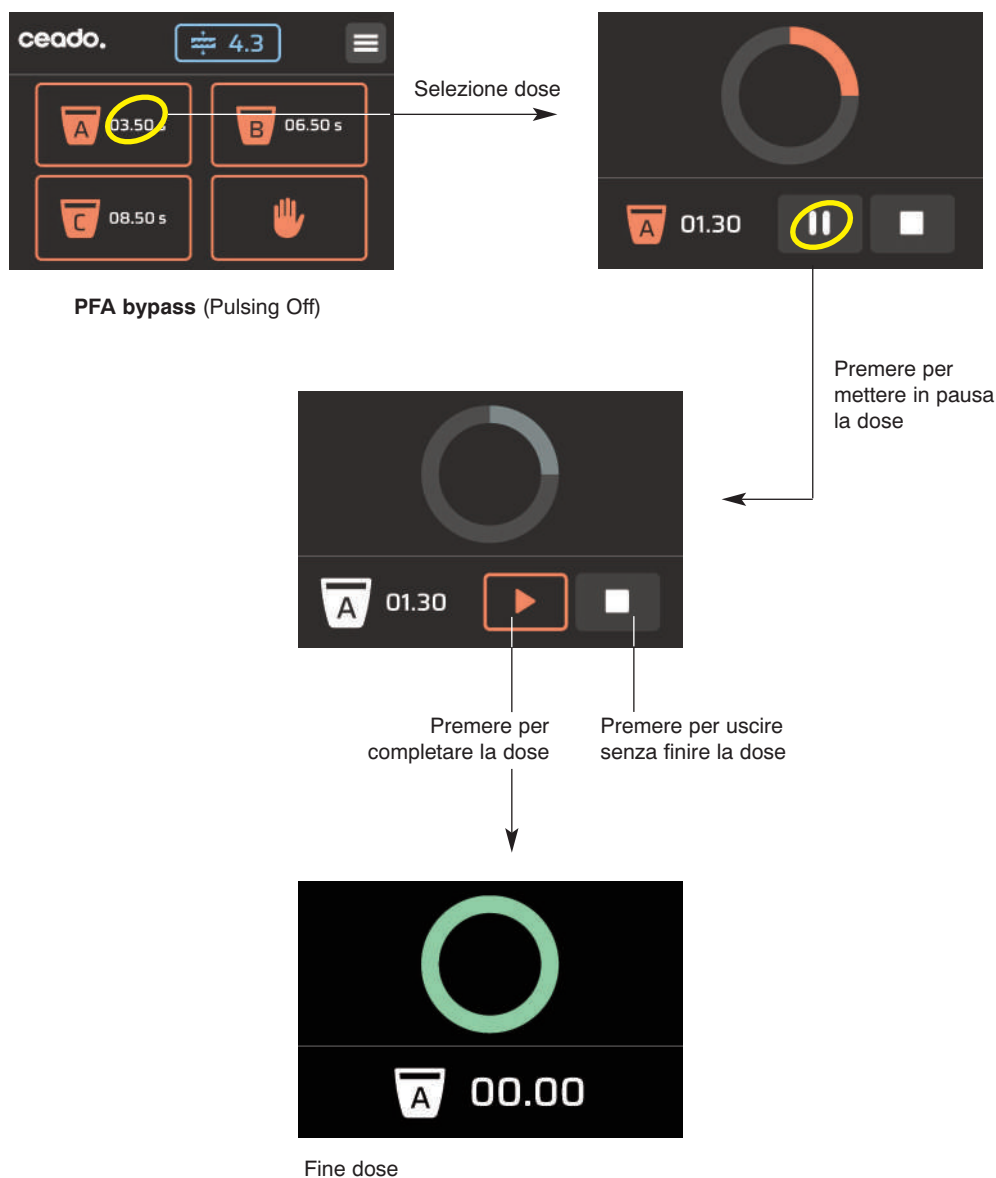

Fig. 4
- 2** Portare l'interruttore ON-OFF sulla posizione "I" (12 Fig. 2). Si accende il display del pannello di controllo (4 Fig. 1) (vedere Fig. 4).
Funzionamento automatico con pulsante start (se presente): modalità "PFA bypass" (Fig. 4)